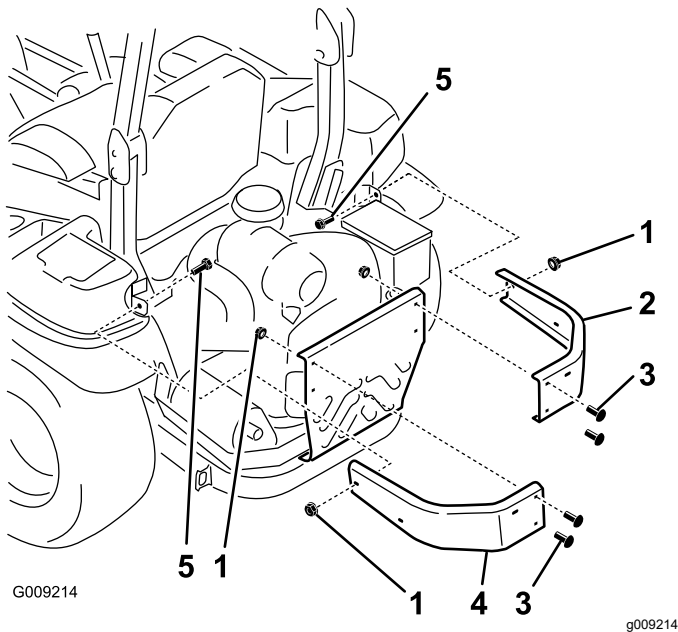

Bild 5
1. Entfernen Sie die Muttern und Schrauben, mit denen die seitlichen Stoßstangen an der Maschine befestigt sind (Bild 5).
2. Montieren Sie die neuen linken und rechten Stoßfänger mit zwei Schlossschrauben ($\frac{3}{8}$ " x $1\frac{1}{4}$ "), den vier vorher entfernten Schlossschrauben und sechs Bundmuttern ($\frac{3}{8}$ "), wie in Bild 5 abgebildet.